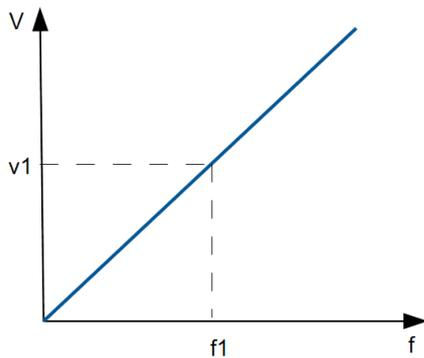
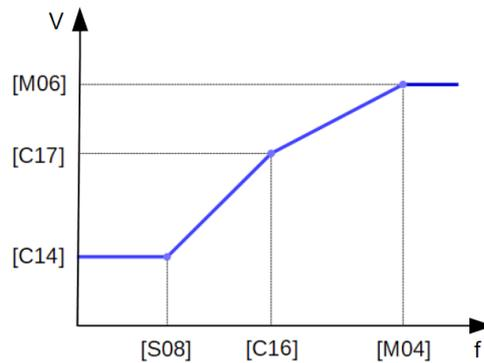

Abbildung 4-6 Lineares V/f Diagramm für Open-Loop
Abbildung 4-7 V/f Diagramm über alle Parameter
0...5	Die korrekten Koeffizienten Kp und Ti werden anhand der Geschwindigkeit, wie in Abbildung 4-7 dargestellt, ausgewählt, solange die Geschwindigkeit des Systems sich innerhalb der eingestellten Parameter [C11] und [C12] befindet. Solange sich die Geschwindigkeit des Aufzugs unter dem Wert von [C11] befindet, werden die Parameter [C07] und [C08] für die Regelung genutzt.
0...5	Die korrekten Koeffizienten Kp und Ti werden anhand der Geschwindigkeit, wie in Abbildung 4-7 dargestellt, ausgewählt, solange die Geschwindigkeit des Systems sich innerhalb der eingestellten Parameter [C11] und [C12] befindet. Solange sich die Geschwindigkeit des Aufzugs über dem Wert von [C11] befindet, werden die Parameter [C09] und [C10] für die Regelung genutzt.
Die Vektorregelung geschieht mittels Spannung-Frequenz-Kennlinie (U/f). Die Abbildung 4-6 veranschaulicht, dass es einen linearen Zusammenhang zwischen Spannung und Frequenz gibt. Daraus folgt, dass es zu einer Änderung der Spannung kommt, sobald sich die Frequenz ändert oder diese geändert wird. Es ist zu beachten, dass der Motor bei zu niedriger Ist-Frequenz nicht angetrieben werden kann. In diesem Fall ist die benötigte Anlaufspannung nicht ausreichend. Für diesen Fall stehen die Parameter [C16] und [C17] zur Verfügung, um bei niedrigen Geschwindigkeiten in den Boost-Betrieb zu schalten (Abbildung 4-7).